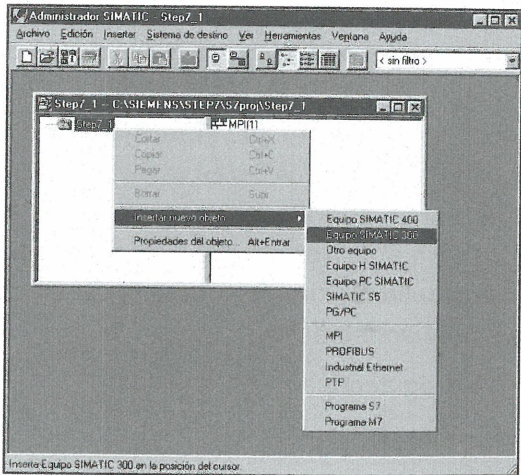

Figura 11
3. Tocando sobre la carpeta del proyecto y pulsando el botón derecho del ratón se seleccionan del menú desplegable las siguientes opciones (Figura 11):